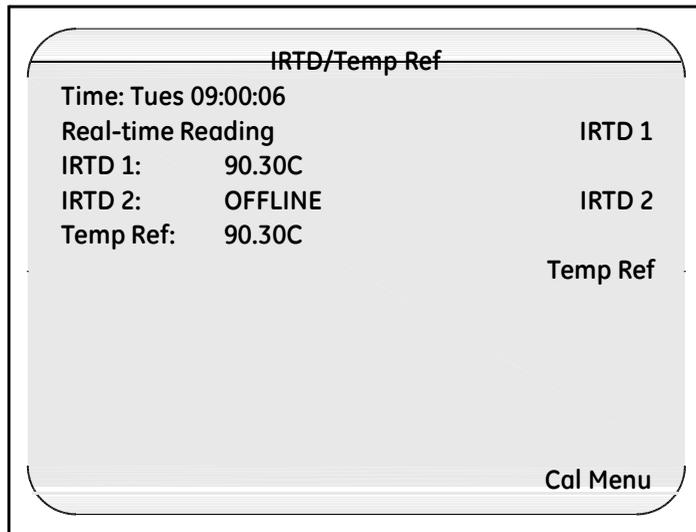

图 23: IRTD Temp/Ref 界面
7. 按 IRTD/Temp Ref 菜单. 显示 IRTD/Temp Ref 界面 (图 23 所示).